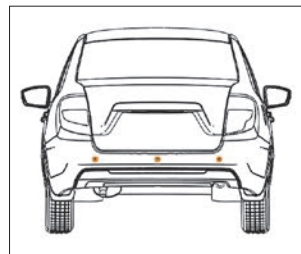

Рис. 43. Датчики парковки
**В варианном исполнении** автомобили оснащаются системой безопасной парковки парктроник (от англ. parktronic). Система поможет избежать досадных мелких аварий и следующих за ними материальных затрат. Датчики парковки (рис. 43) помогут Вам обнаружить опасное препятствие, невидимое из салона автомобиля.